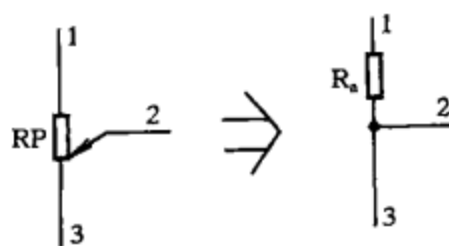

图 1-39
(3) 当动臂 2 端向下移动时， R_a 增大而 R_b 减小。当动臂 2 端移至最下端时， $R_b = 0$ ， $R_a = R_{RP}$ ，动臂 2 端输出电压为 0，如图 1-39 所示。